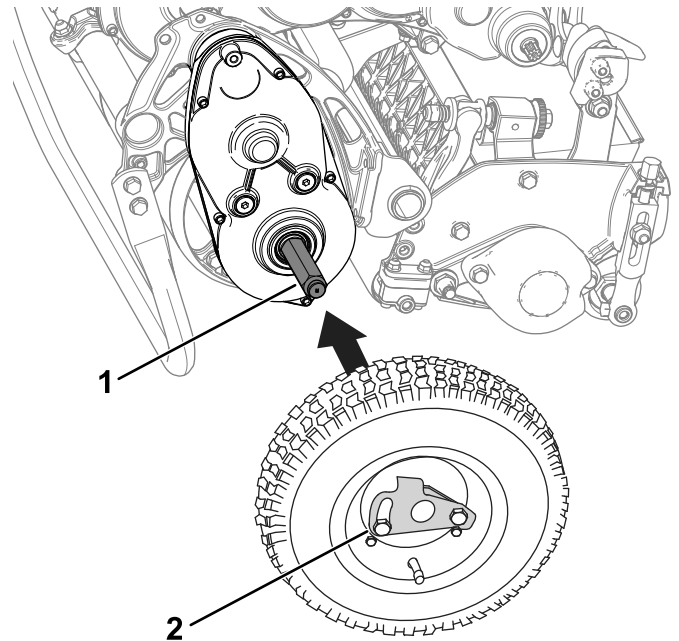

Figura 21
- Deslize uma roda para um veio (Figura 21).
- Gire o clipe de bloqueio da roda (Figura 21) para fora do centro da roda permitindo que se afaste do eixo.